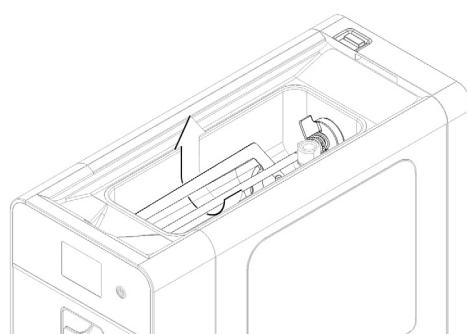

figura 17
- 2 Se presente, rimuovere il mescolatore dalla vasca superiore. (vedere figura 17)